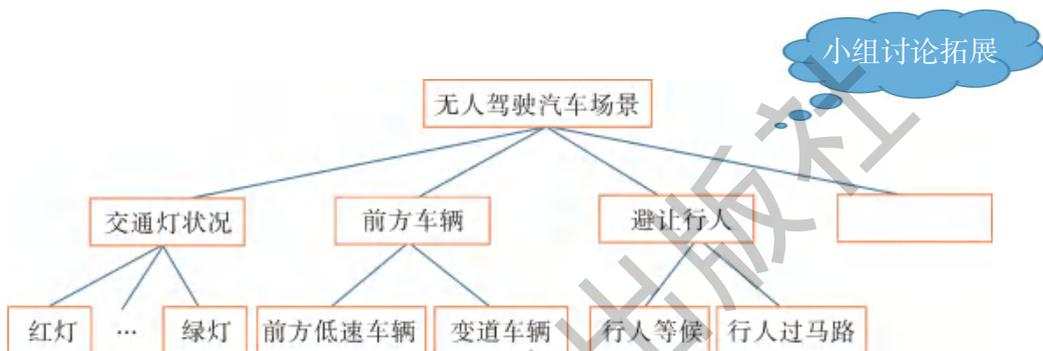

图8-1 “无人驾驶汽车自控系统”模块结构图
(1) 收集道路交通状况的相关资料,按照“自顶而下,逐步求精”的程序设计思想,对与自动驾驶相关的情景问题从整体的角度进行分析,将其分解为若干单独场景,用模块结构图描述它们之间的联系,如图8-1所示。
现实道路交通中还有哪些状况会出现?小组展开讨论,并在图8-1的空白处补充扩展。